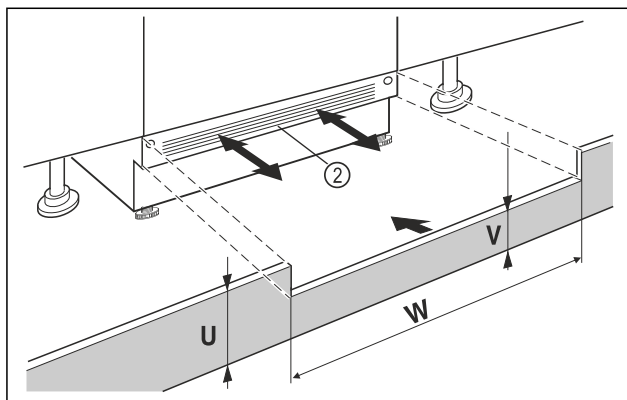

Fig. 40 Eksempelfremstilling
- Sett på apparatsokkelpanelet Fig. 40 (2) men vent med å feste det.
- Ved synlig sokkelpanel Fig. 40 (2), må du trekke det så langt fremover at forkanten og møbelsokkelpanelet danner et nivå.
- Ved tildekket sokkelpanel Fig. 40 (2), må det skyves helt bakover.
- Forsikre deg om at ventilasjonsåpningene er helt frie: Ved behov må du skjære til høyden til møbelsokkelpanelet Fig. 40 (U)!
- ▷ Langs nisjebredden Fig. 40 (W) må du tilpasse steghøyden Fig. 40 (V) under apparatsokkelpanelet Fig. 40 (2).